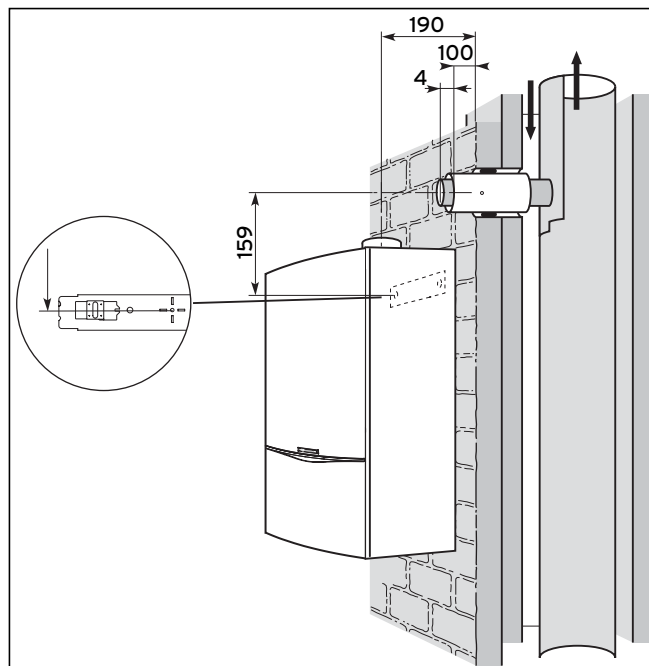

Fig. 3.13 Montaggio del raccordo aria/fumi
- I sistemi aria/fumi in ceramica sono generalmente dotati di manicotti di tenuta in gomma e sul raccordo lato aria presentano un arresto del tubo. Adattare la lunghezza del tubo aria/fumi secondo le misure della fig. 3.13.